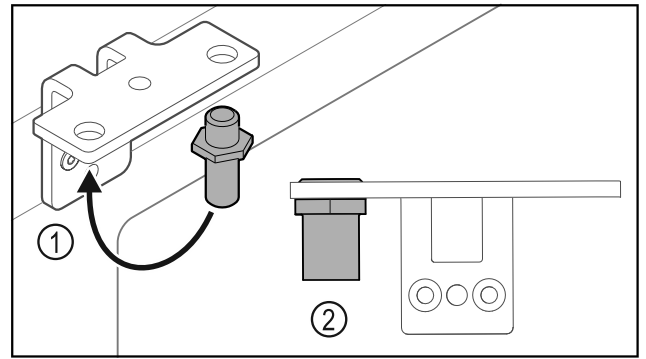

Fig. 35
- Bouten Fig. 35 (1) naar de scharnierhoek verplaatsen.
- Bouten Fig. 35 (2) met **aanhaalmoment van 12 Nm** vastdraaien.